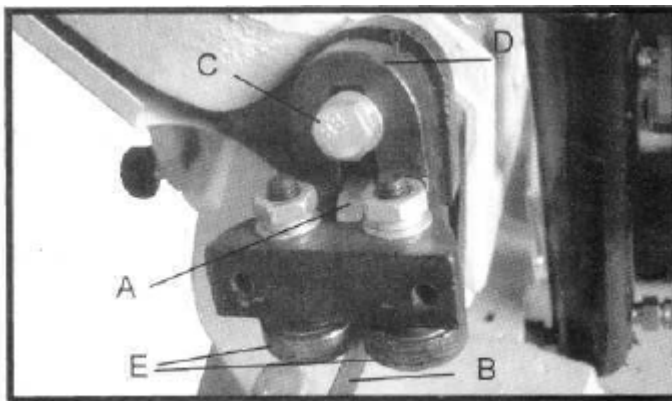

Fig. 8
2. Le palier-support de lame (A), Fig. 8, doit être réglé pour ne faire qu'effleurer le dos de la lame quand celle-ci est correctement alignée. Pour cela, desserrez la vis (C) et déplacez le support (D) vers le haut ou vers le bas jusqu'à ce que le palier (A) effleure le dos de la lame (B). Serrez alors la vis (C).